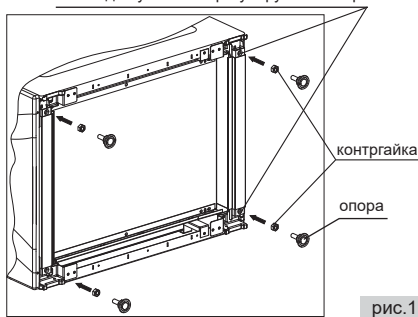

рис. 1
■ Перед эксплуатацией установите плиту горизонтально (рис.1). Если ваша плита оснащена регулируемыми опорами необходимо: